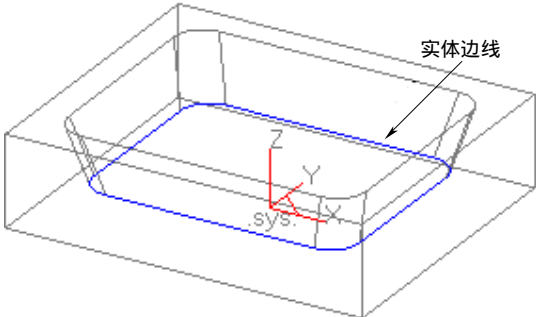

图 8-61 生成边界线
1)选择下拉菜单“曲线生成”→“相关线”→“实体边界”命令,取零件模型棱边,得到加工辅助线如图 8-61 所示。